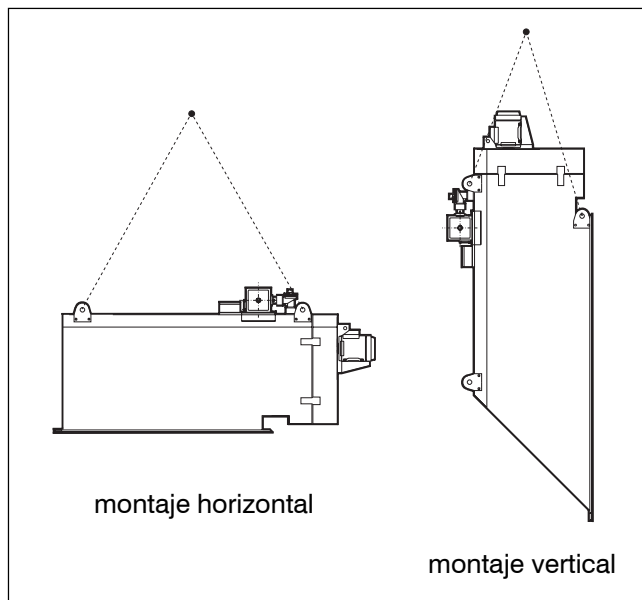
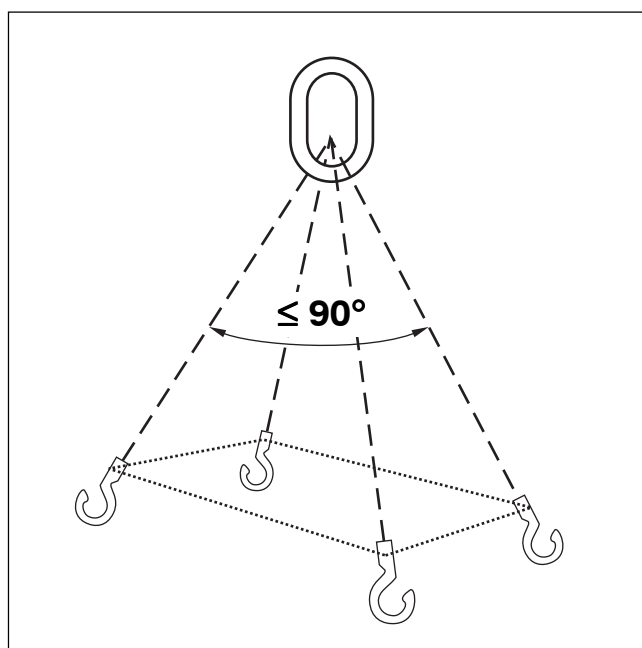

Fig. 2 Puntos de izado
Fig. 3 Conjunto de izado de cuatro puntos
- 3 Colocar las abrazaderas de izado en posición vertical o horizontal (ver fig. 2). El equipo debe izarse suspendido de 4 puntos (ver fig. 3).